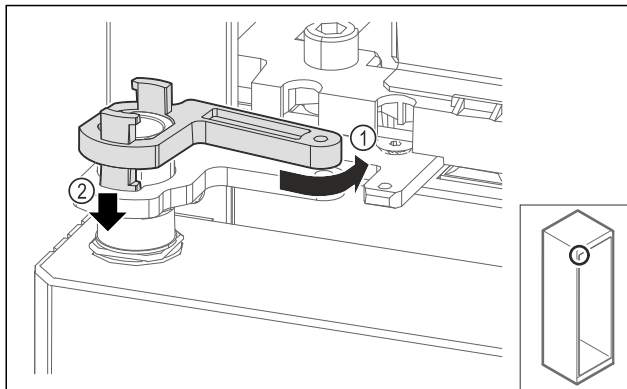

Fig. 67
- Ruotare indietro leggermente il fissaggio del blocco di supporto Fig. 67 (1), premere verso il basso Fig. 67 (2) e bloccarlo nell'angolo della cerniera.